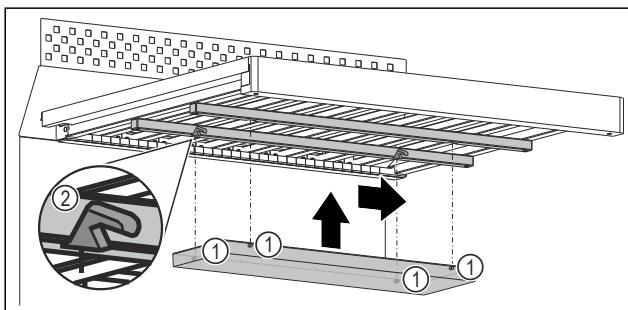

Fig. 110 Примерное изображение
- Установите каждый штифт Fig. 110 (1) в соответствующую выемку Fig. 110 (2) на направляющих под деревянной решеткой.